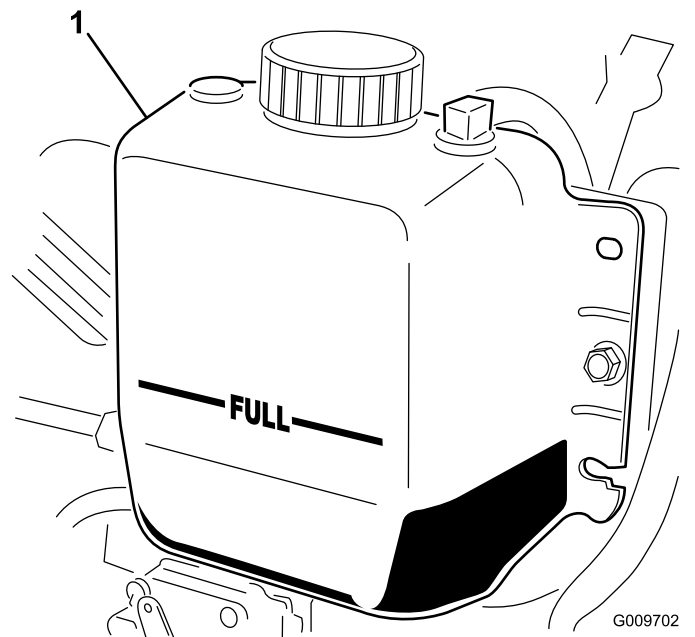

Bild 35
**Hinweis:** Der Kühler sollte bis zur Oberseite des Einfüllstutzens und das Ausdehnungsgefäß bis zur Voll-Markierung gefüllt sein (Bild 35).